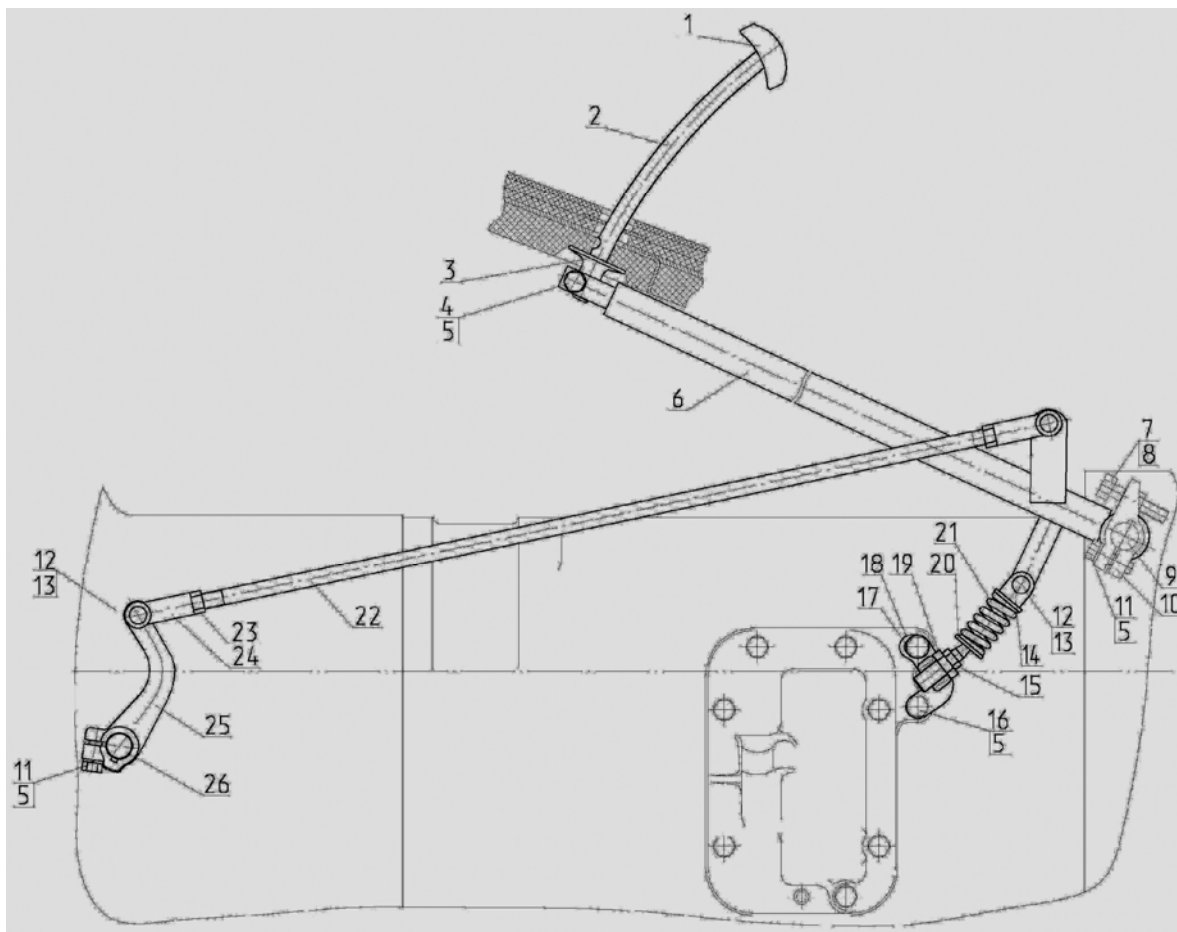

Рисунок 4.7 Управление сцеплением
- а) отверните болт 4 (рисунок 4.7), снимите стержень 2 и накладку 1;